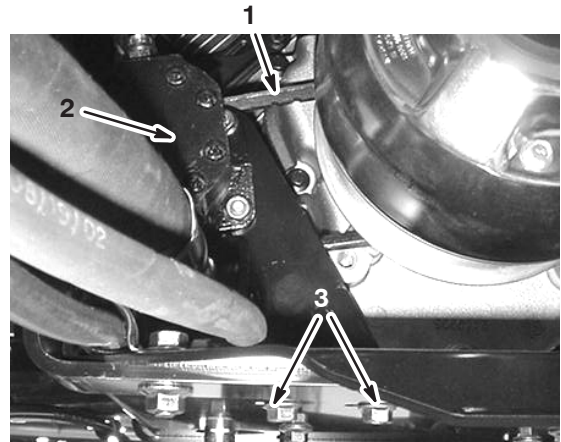

Bild 53
2. Lockern Sie die Befestigungsschrauben der Lenkpumpe (Bild 53).